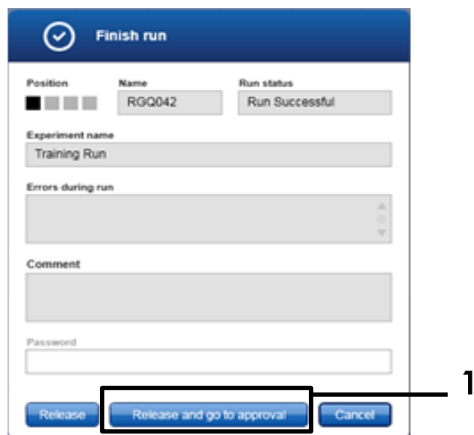

Figure 15. Fenêtre contextuelle « Finish Run » (Terminer l'analyse). 1 = « Release and go to approval » (Valider et accéder à l'approbation).
10. Cliquez sur « Release and go to approval » (Valider et accéder à l'approbation) pour accéder à l'environnement « Approval » (Approbation) et libérer l'instrument Rotor-Gene Q MDx 5plex HRM (CA). L'icône RGQ dans la partie supérieure droite de l'écran passe de la couleur verte à bleue, indiquant que l'instrument RGQ est prêt à effectuer une autre analyse. Qu'une analyse ait réussi ou non, l'instrument RGQ doit être libéré (Figure 15).